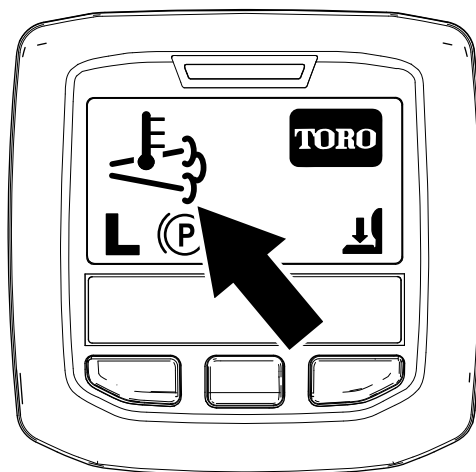

図 42
- インフォセンターには、排気高温アイコンが表示されます 図 42。